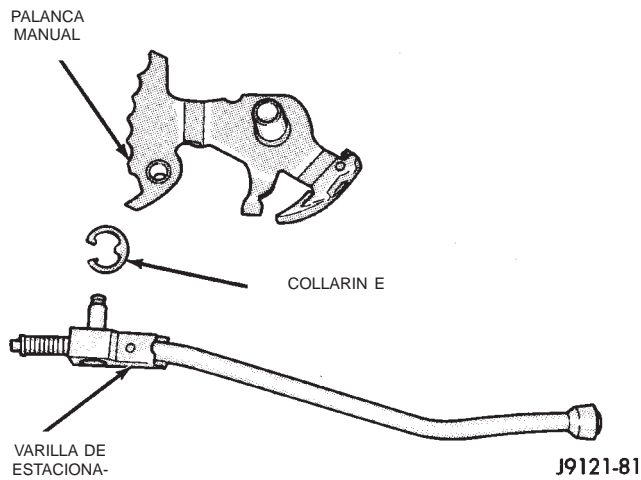

Fig. 44 Varilla de estacionamiento
(10) Retire el collarín E de la varilla de estacionamiento y separe la varilla de la palanca manual (Fig. 44).